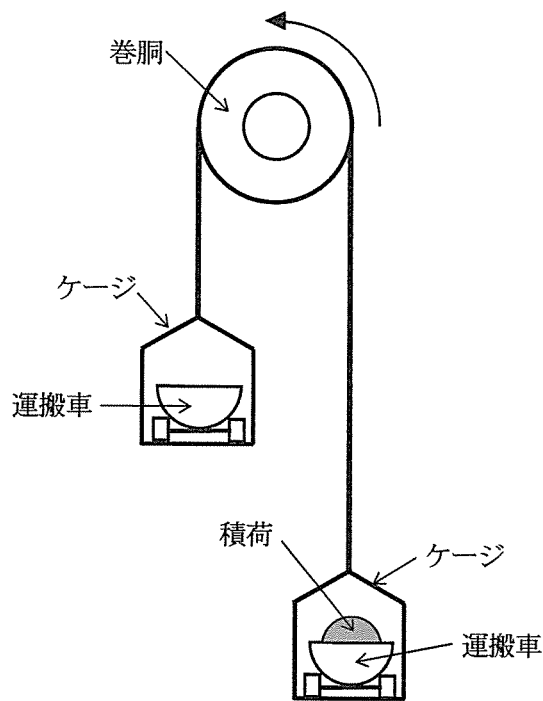

図2 つるべ式平衡ケーシング巻上機
(2) 図2は、つるべ式平衡ケーシング巻上機を表しており、巻胴には電動機が直結されている。ケーシングの質量は左右それぞれ800kg、運搬車の質量は左右それぞれ400kgであり、右側の運搬車のみ600kgの積荷を搭載している。巻胴の半径は0.5mであり、ケーシングを吊すロープと巻胴は滑ることなく接触している。